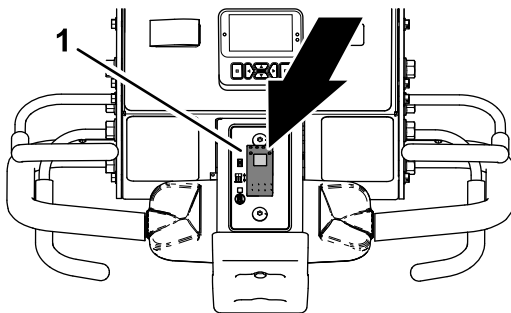

Bild 82
1. Drücken Sie den oberen Teil des Absenkschalters (Bild 82) in die VERZÖGERTES ABSENKEN-Stellung.